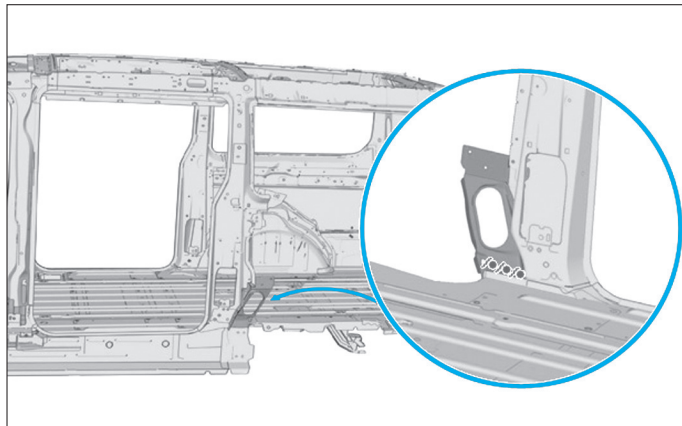

FIG. 108
- Appliquer une couche d'impression phosphatante sur la zone mise à nue (Fig.108).